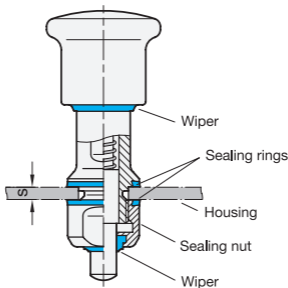

Fig. 1
- Defekte Dichtringe müssen ausgetauscht werden (Abb. 1). Verwenden Sie nur die speziellen Dichtringe in entsprechender Größe (GN 7600).
Der Abstreifer (Abb. 1) kann nicht ausgetauscht werden. Deshalb ist der Rastbolzen bei auftretenden Beschädigungen, Rissen oder Versprödungen des Abstreifers auszutauschen.
- It must be noted that the indexing plunger may only be used in combination with the supplied sealing ring. The seal has a conical shape. The correct installation position must therefore be observed (Fig. 1).
- Attention must be paid to the corresponding clamping length to ensure correct sealing (Fig. 1).
- The installation position as seen in Fig. 1 guarantees that liquids will run off on their own.